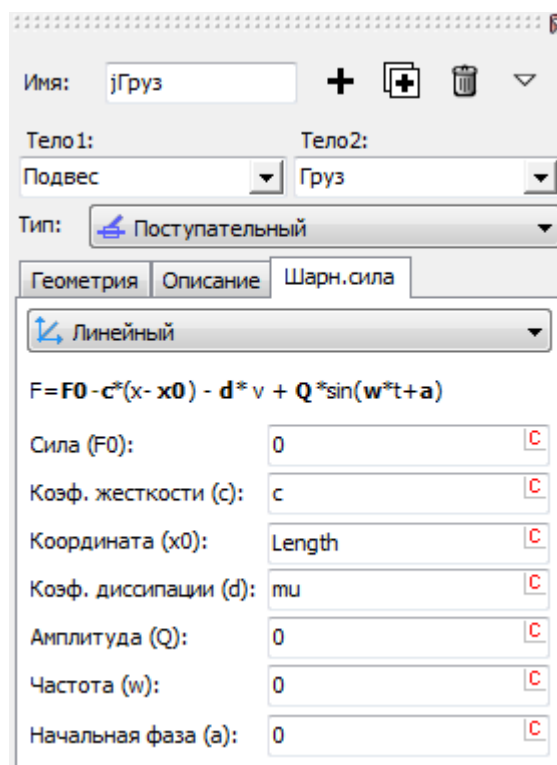

Рис. 2.12. Упруго-диссипативная шарнирная сила
3. В поле **Шарнирная сила** выберите **Линейный**, рис. 2.12.